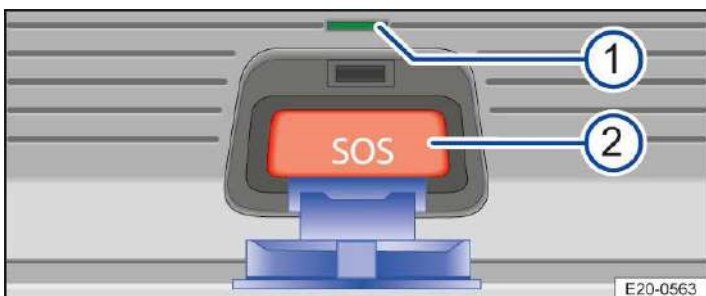

Abb. 3 Taste für Notruf: Kontrollleuchte und Taste.
Abhängig vom Betriebszustand leuchtet die Kontrollleuchte in unterschiedlichen Farben und Lichtsequenzen → Abb. 3 **1**:
2. Notruftaste → *Abb. 3*  einige Sekunden gedrückt halten. Der Notruf wird ausgelöst und eine Sprachverbindung mit der öffentlichen Rettungsleitstelle hergestellt.